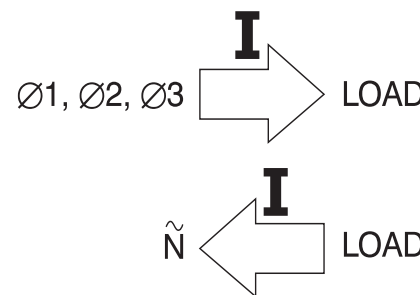

Figura 9. Orientación de la sonda amperimétrica
4. Coloque la sonda amperimétrica alrededor del conductor en posición perpendicular y centrada respecto del mismo. Asegúrese de que la flecha marcada en la pinza de la sonda apunta hacia la orientación adecuada para disponer de una visualización de fase correcta en el osciloscopio (consulte la figura 9). Utilice las marcas de la pinza para centrar el conductor.